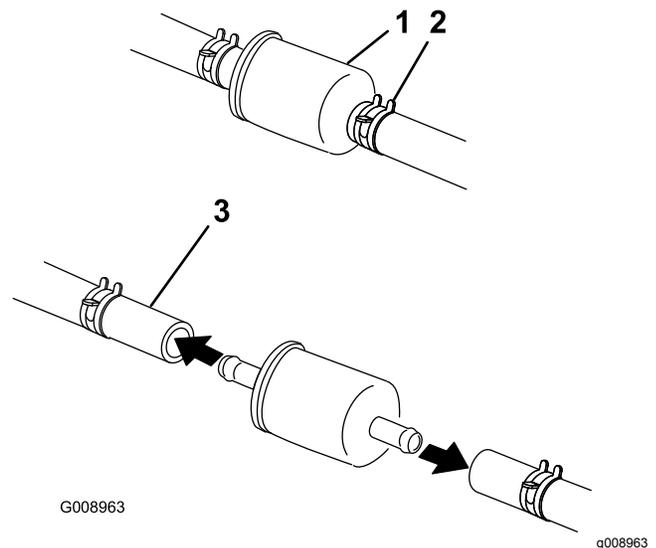

Figura 60
5. Apriete los extremos de las abrazaderas y deslícelas por la manguera alejándolas del filtro (Figura 60).
7. Instale un filtro nuevo y acerque las abrazaderas al filtro (Figura 60).